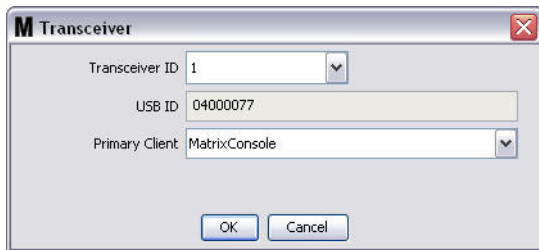

图 88
- 显示图 88 中所示的修改屏幕。在该屏幕上，您可以修改派给收发器的收发器 ID 和指派主客户端。虽然该屏幕上列出 USB ID，但它不是可以编辑的字段。它仅是提供信息。